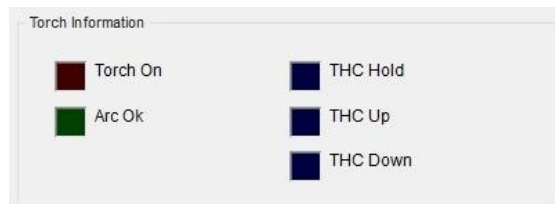

Fig 61 Informations sur le chalumeau
1. Le volet Informations sur le chalumeau (Fig 61) affiche ce qui suit :